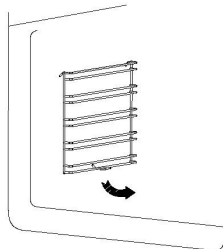

Рис. 2
- Поверните решетку внутрь примерно на 90° (рис. 2).